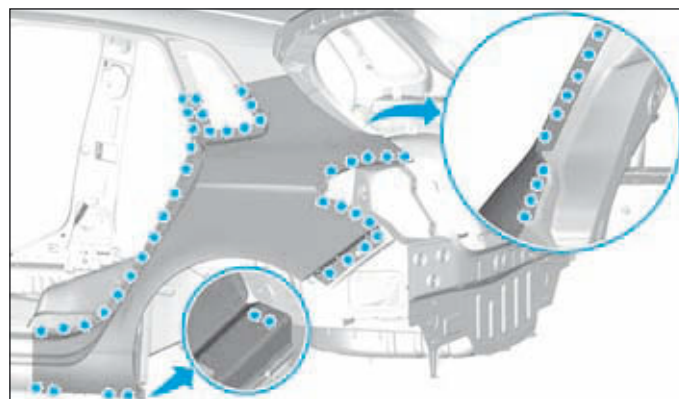

FIG.98
- Dépointer les points de soudure (Fig.98).